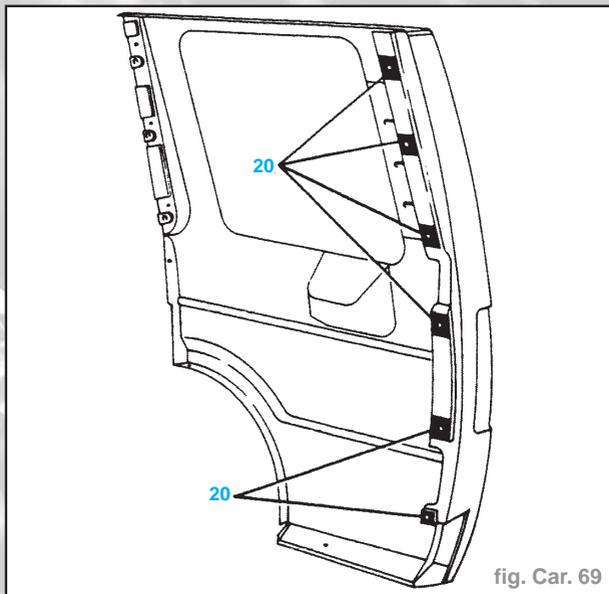

fig. Car. 69
- Poser des carrés de mastic **3M 8572** pour panneau boulonné de **20 mm x 20 mm** sur les faces intérieures des six trous de vis de maintien du panneau de custode (20) (Fig. Car. 69).